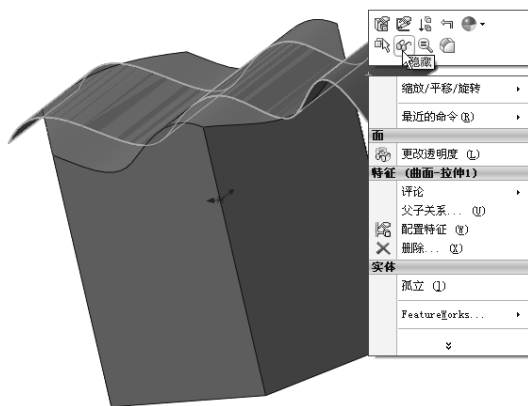
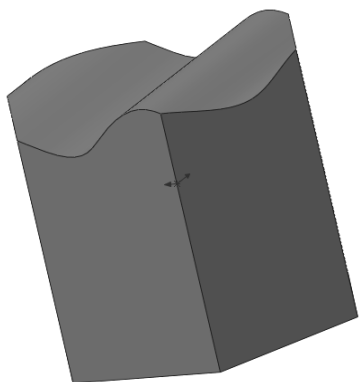

图 9-59 快捷菜单
图 9-60 隐藏目标面后的实体
(4) 右击图 9-58 所示的曲面 1，在系统弹出的快捷菜单中单击  (隐藏) 按钮，如图 9-59 所示。隐藏目标面后的实体如图 9-60 所示。